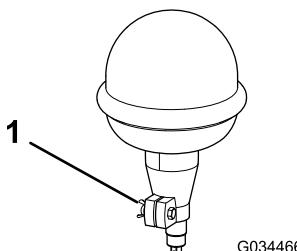

Figura 11
4. Allentate il dado ad alette sulla lampada di segnalazione (Figura 11).